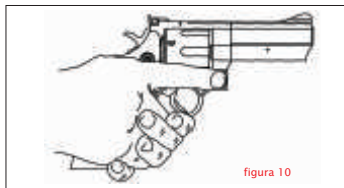

figura 10
3. Arma desengatilhada. (**figura 10**)